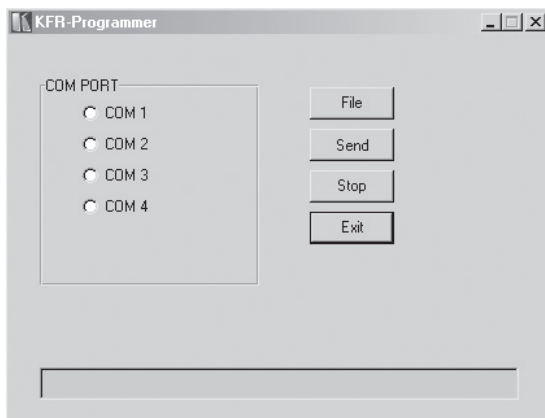

Рис. 20. Окно программы KFR-Programmer
1. Дважды щелкните на ярлыке KFR-Programmer на рабочем столе. Появится окно программы KFR-Programmer (см. рис. 20).